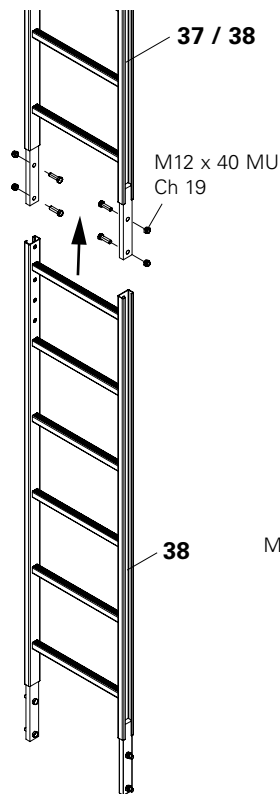

Fig. A2.19
2. Collegare le due scale con viti e dadi M12 x 40. (Fig. A2.19)